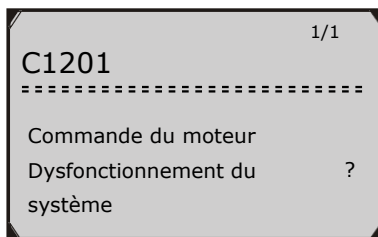

Figure 4.3
3) Examinez les données sélectionnées à l'écran. (Figure 4.3 )